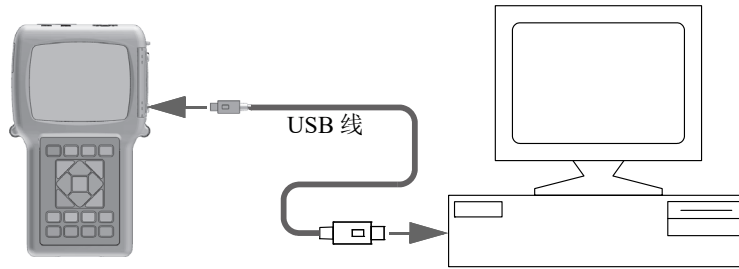

图 14-2 将 39DL PLUS 仪器连入计算机
9. 将 USB 线的一端连接到 39DL PLUS 仪器 I/O 舱盖下的 USB 从接口上；另一端连接到计算机的 USB 端口上（参见第 247 页的图 14-2）。